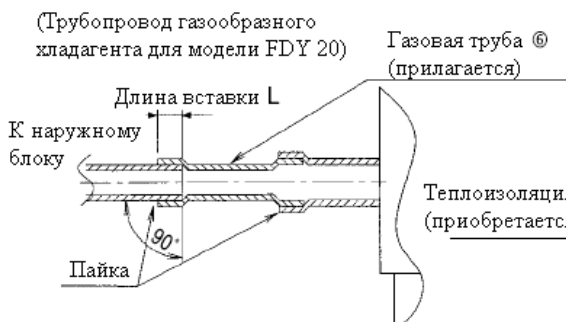

Рис. 10.2
- Для блока типа FDY 20 используются трубы (6), прилагаемые к блоку (см. Рис. 10.2).